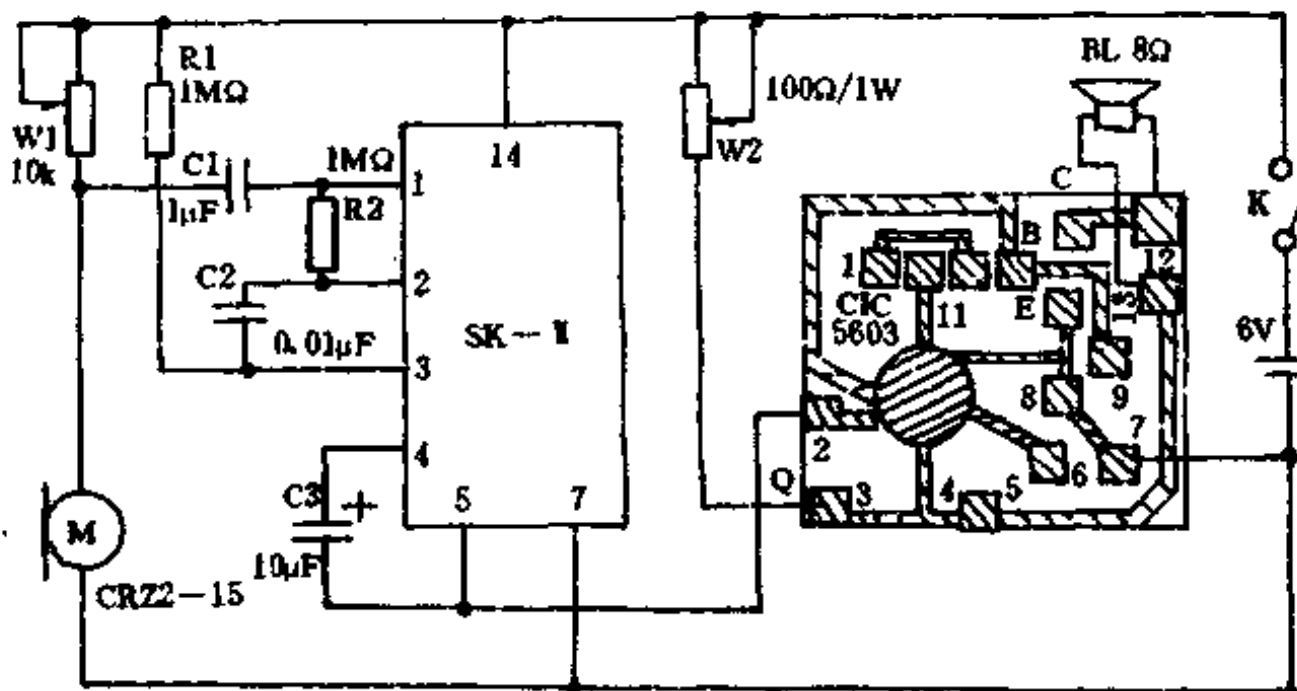

图1-195
调节它使 Q 点的电压在 3V 左右。CIC5603 为一块黑胶封装电路,面积仅大拇指指甲大小,因而不便将外接元件在图 1-195 中绘出,这里特作以下说明: CIC5603 的①、④脚处焊装一只 1/8W 240kΩ 碳膜电阻;⑧、⑨脚间焊一只 1μF 电容器;⑩、⑪脚间焊上一只 470pF 电容器;E、B、C 为一只 NPN 型三极管管脚焊接处。NPN 管可用 3DG6 或 3DG12B。